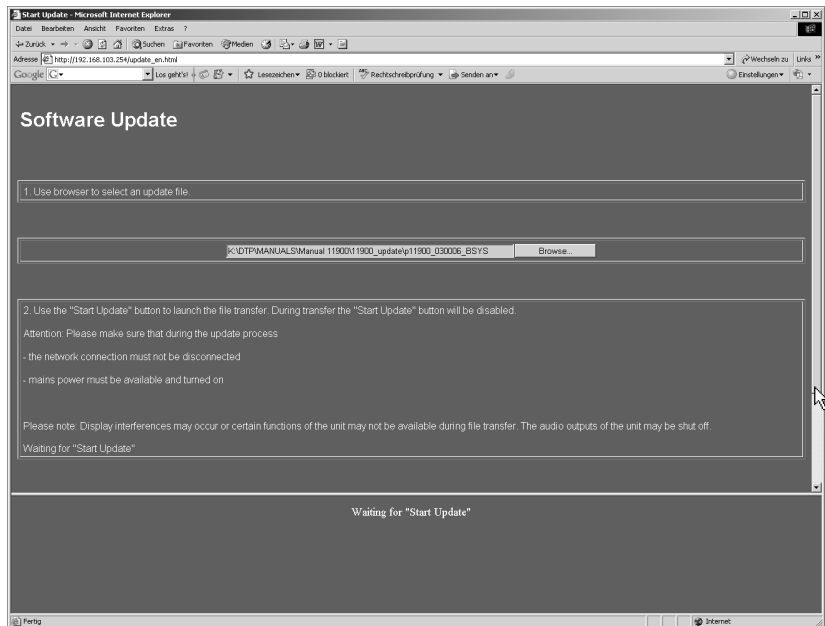

Bild 8-5: Auswahl der Update-Datei und Verschieben der Seite mit dem Scroll-Balken
- Nach Auswahl der Update-Datei schieben Sie die Seite nach oben, indem Sie den grauen Balken am rechten Bildschirmrand nach unten ziehen (siehe Mauszeiger in Bild 8-5).